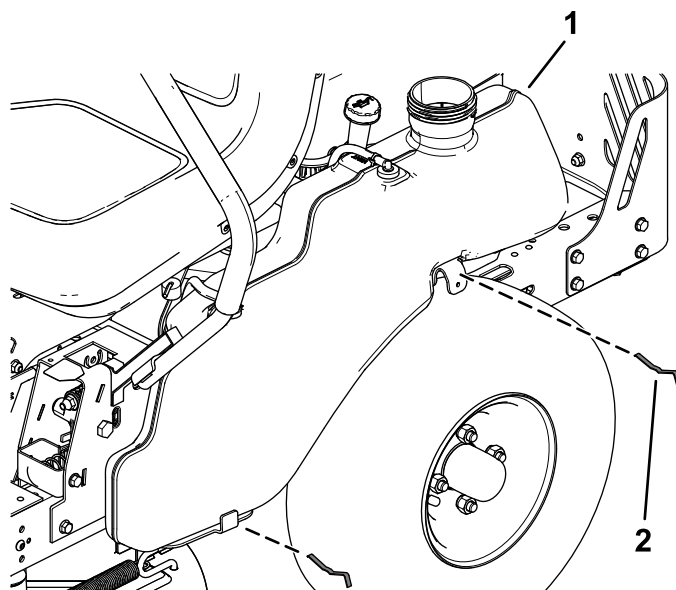

Figura 3
2. Rimuovete le 2 clip del serbatoio del carburante dalla parte inferiore del serbatoio e ruotatelo lateralmente (Figura 3).
7. Rimettete al suo posto il serbatoio del carburante ruotandolo e fissatelo con le clip rimosse in precedenza (Figura 3).